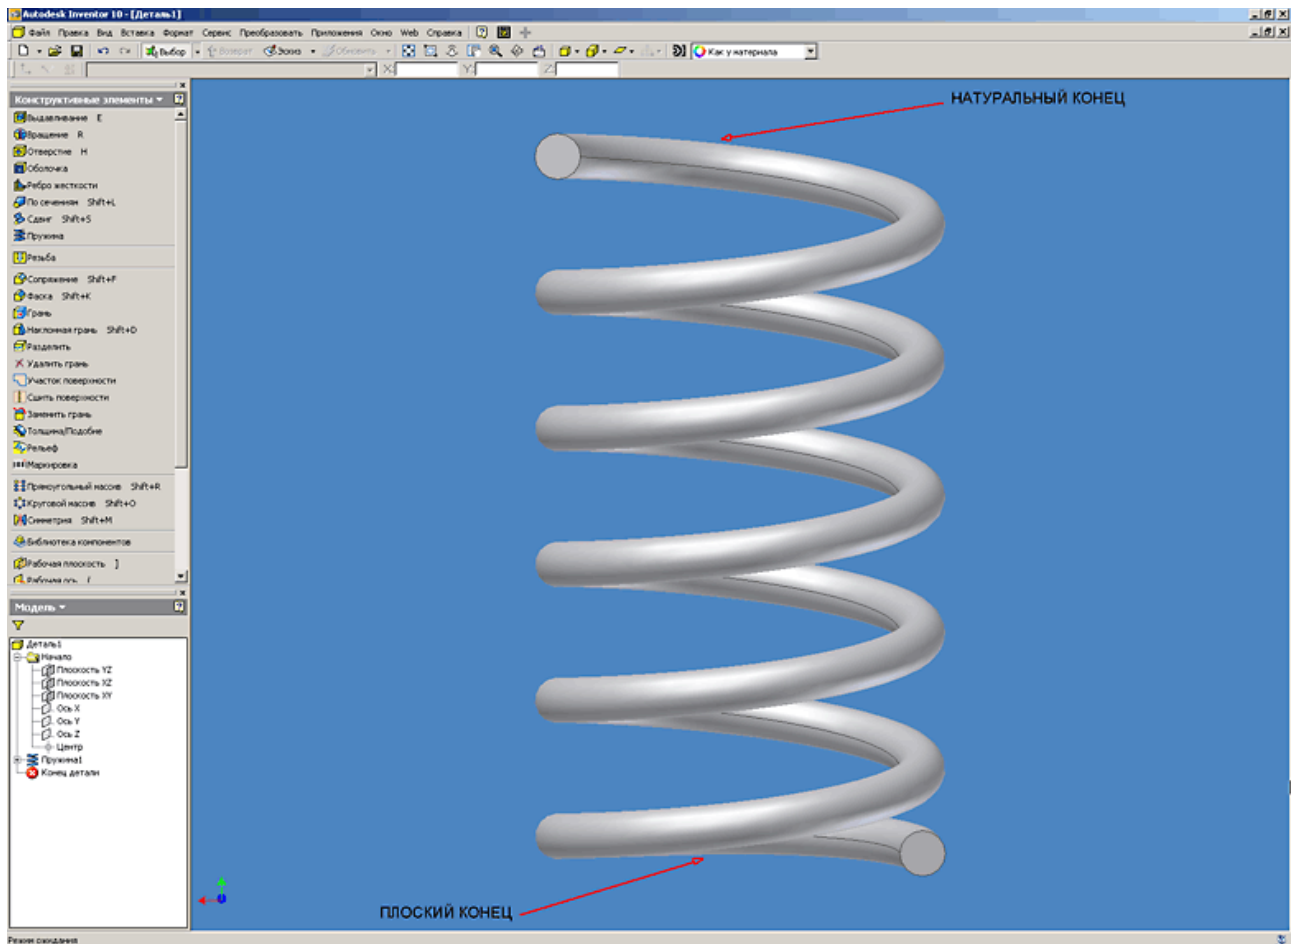

Рис. 5
5. После задания всех параметров пружины нажимаем кнопку «Ок» и выполняем построение элемента (см. Рисунок 5).